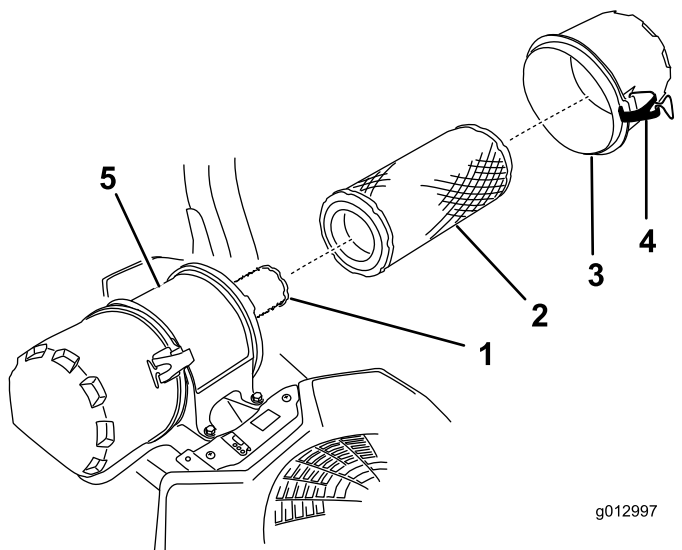

Figura 38
6. Abra los cierres del limpiador de aire y tire de la tapa de la entrada de aire para separarla del cuerpo del limpiador de aire (Figura 38).
8. Extraiga con cuidado el filtro primario de la carcasa del limpiador de aire (Figura 38).
2. Si va a cambiar el filtro de seguridad, deslícelo cuidadosamente en el cuerpo del filtro (Figura 38).
3. Deslice cuidadosamente el filtro primario por encima del filtro de seguridad (Figura 38).
4. Instale la tapa del limpiador de aire y fije los cierres (Figura 38).